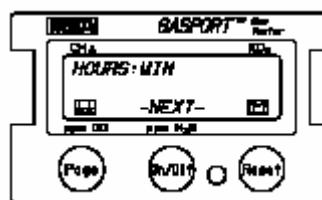

Figura 2-10. Ajuste Tiempo
- La lectura de la pantalla se indica en la Figura 2-10.